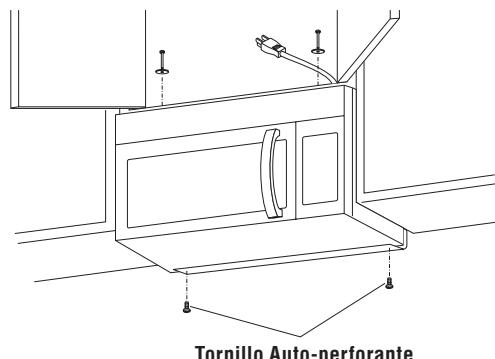

Figura 16
3. Utilisez les deux vis de coffret supérieur et deux rondelles plates fournies dans la HERRAJES DE INSTALACIÓN pour fixer l'unité sur le coffret supérieur. Véase la Figura 16.
4. Asegurar el fondo del horno a la Placa de Montaje utilice dos Tornillo Auto-perforante de 4 x 8 mm de los HERRAJES DE INSTALACIÓN. Véase la Figura 16.